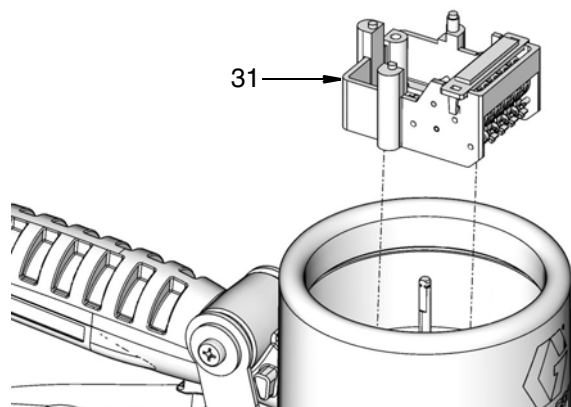

FIG. 19
7. Remova todo o conjunto do contador (31) (FIG. 19).